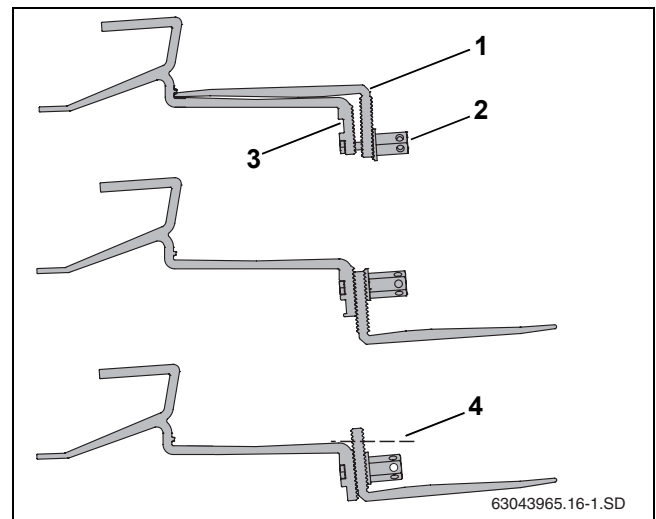

Fig. 16 Repoziționarea părții inferioare a cârligului de acoperiș
- ▶ Desfaceți piulița hexagonală lungă (Fig. 16, [2]).
- ▶ Introduceți șurubul în orificiul superior (Fig. 16, [3]).
- ▶ Fixați partea inferioară a cârligului de acoperiș (Fig. 16, [1]) cu un moment de torsiune slab. Nu strângeți încă fix șurubul.